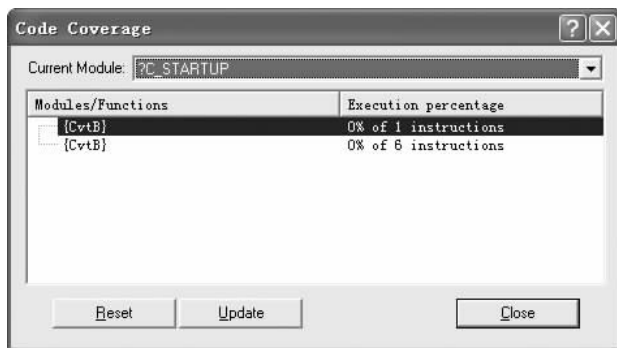

图 2-11 代码覆盖窗口
(5)代码覆盖窗口。View 菜单中的 Code Coverage Window 选项用于代码覆盖窗口的显示/隐藏切换。选择该选项,弹出如图 2-11 所示代码覆盖性能分析窗口。性能分析窗口中显示的是指定程序模块的代码执行情况。在 Current 文本框内输入指定的程序模块名,该模块中各函数包含的指令条数及其已经被执行指令的百分数将会在窗口中显示出来。Update 按钮用于对显示值进行更新,Reset 按钮用于复位被执行指令的百分数。